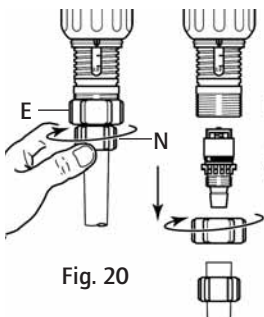

Fig. 20
- Draai de witte moer (Fig. 20/21-E) los en verwijder de zuigslang.
- De zwarte moer (Fig.20/21-N) losdraaien en verwijderen.
- De verschillende delen met proper water overvloedig spoelen, ze opnieuw monteren in de volgorde van het schema (Fig. 20/21-P) en controleren of de terugstelveer wel degelijk actief is.